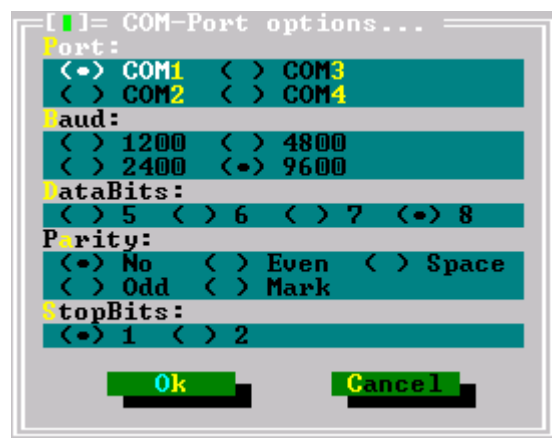

Рис.3. Диалоговое окно параметров соединения
5.3.4 Установите номер COM-порта, к которому подключен ваш БПИ. Для этого надо вызвать диалоговое окно "COM - Port options..." (рис.3) нажатием клавиши <F9> и в элементе управления "Port" выбрать требуемый порт. Параметры выбранные в элементах "Baud", "DataBits", "Parity" и "StopBits" должны остаться неизмененными 9600, 8, No и 1 соответственно. И подтвердить изменения нажатием клавиши <Enter>.